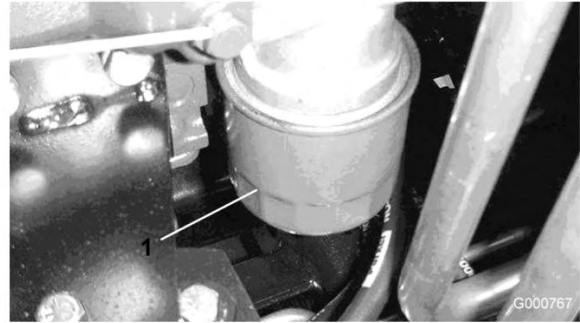

Figura 56
2. Retire o filtro do óleo (Figura 56). Aplique uma leve camada de óleo limpo no vedante do filtro novo antes de o montar. Não aplique demasiada tensão.